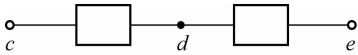

图 1-28 设计与计算题(2)图
(2)如图 1-28 所示电路,已知 $U_{ce}=3\text{ V}$, $U_{cd}=2\text{ V}$ 。若分别以 e 和 c 为参考点,求 c 、 d 、 e 三点的电位及 U_{cd} 。